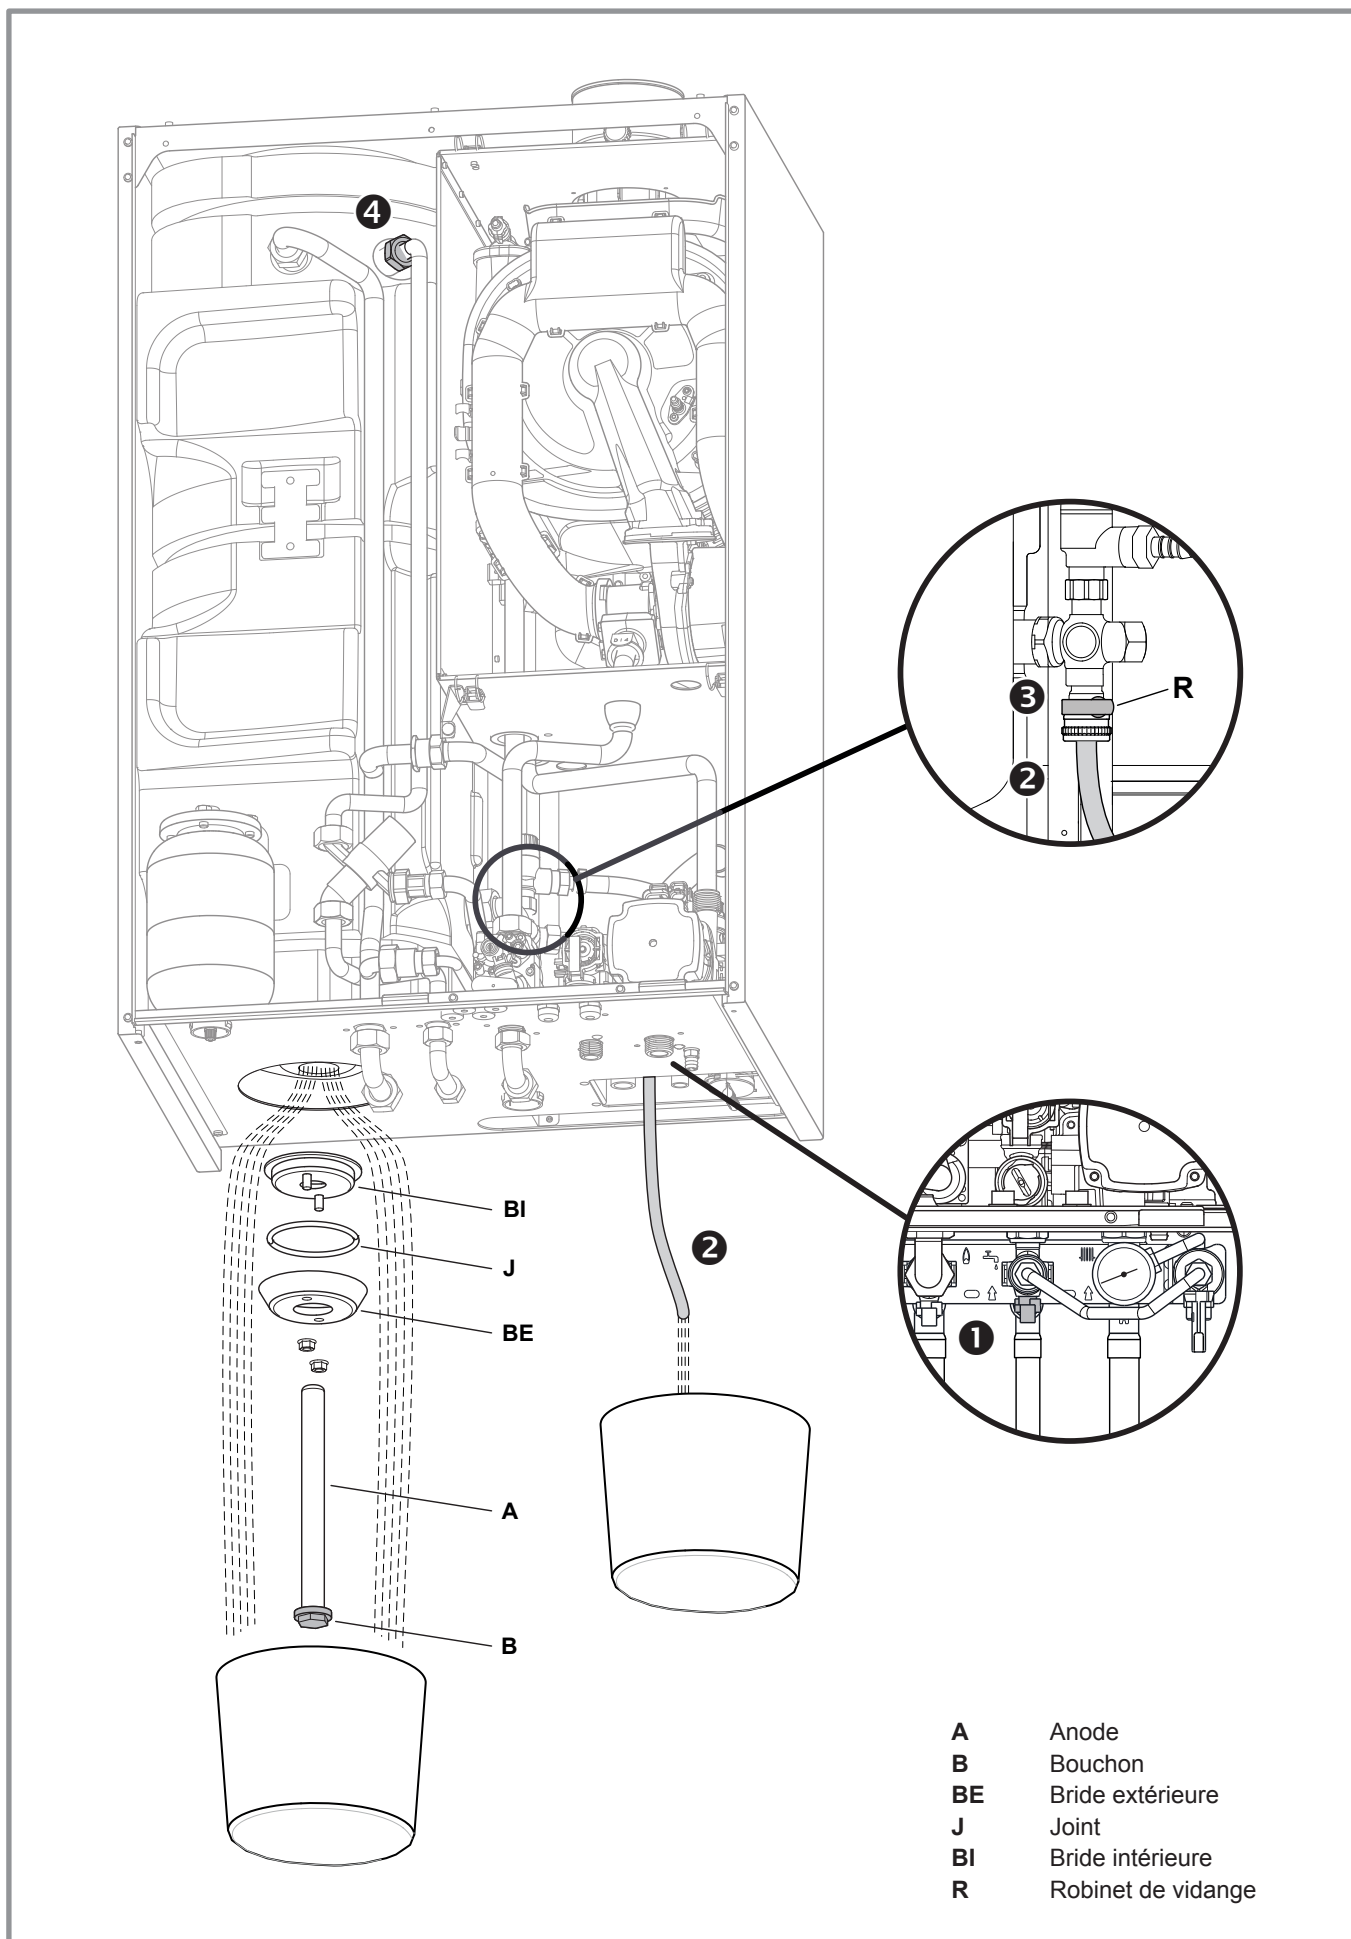

figure 32 - Entretien du ballon
- ① Fermer le robinet **EFS** de la chaudière.
- ② Fixer un tuyau (Ø 15) sur le robinet de vidange ballon sous la soupape de sûreté sanitaire (figure 32).
- ③ Ouvrir un robinet d'eau chaude et ouvrir le robinet de vidange.
- ④ Pour une meilleure évacuation, créer un appel d'air en dévissant le raccord en haut du ballon.